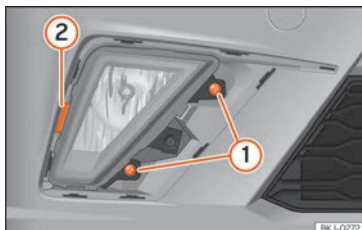

Abb. 57 Nebelscheinwerfer: Lampenhalter ausbauen
- Entfernen Sie die beiden Schrauben » **Abb. 57** ① und lösen Sie den Klipp ② mit einer Hebelbewegung heraus, um den Nebelscheinwerfer herauszunehmen.